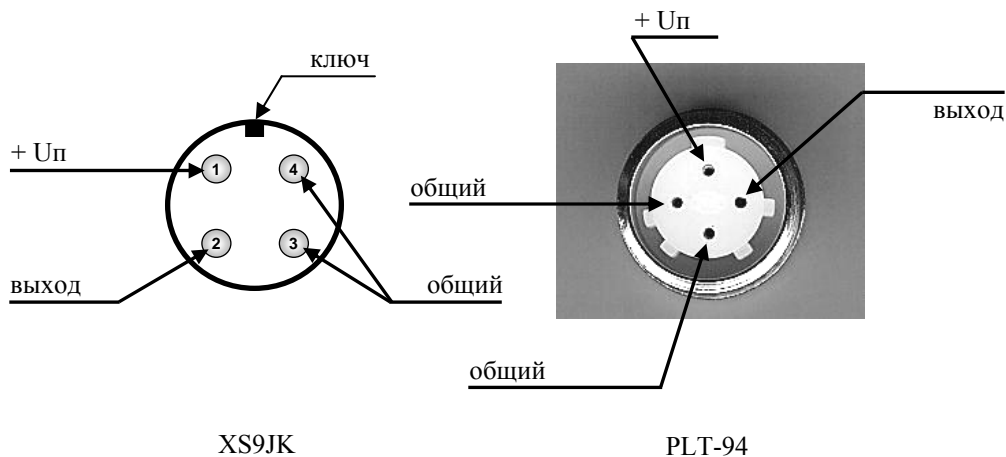

рис.1
2.4. Унифицированное расположение выводов разъема XS9JK-4P/4 или PLT-94 для ГС в выносным датчиком показано на рис.1.